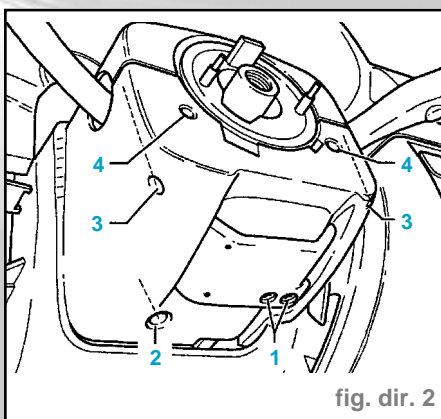

fig. dir. 2
- Dévisser les vis (1) et déposer la poignée du réglage en hauteur (fig. dir. 2).